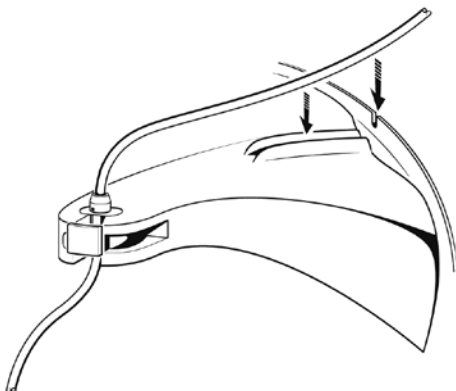

Figura 5. Coloque el tubo a través de la muesca del resalte de la centrifuga.
8. Presione el tubo hacia abajo para encajarlo en el surco del brazo de soporte y pase el tubo por la muesca del resalte de la centrifuga (véase la figura 5).